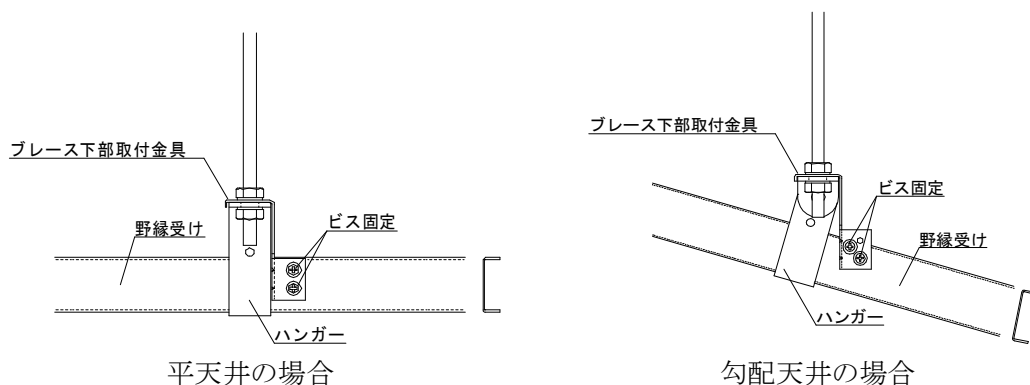

図2-5-1 ブレース下部取付金具の取付け
①野縁受け直交方向のブレース設置箇所ハンガーにはブレース下部取付金具を設置する。(図 2-5-1 参照)
- ・ハンガーのナット(上部)を緩め、ハンガーに添ってブレース下部取付金具を設置し、ビス 2 本により野縁受けに固定して、ナット(上部)を締めつける。(図 2-5-1 参照)